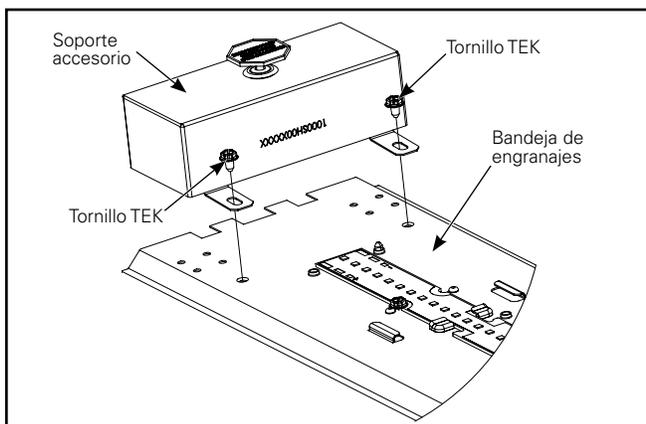
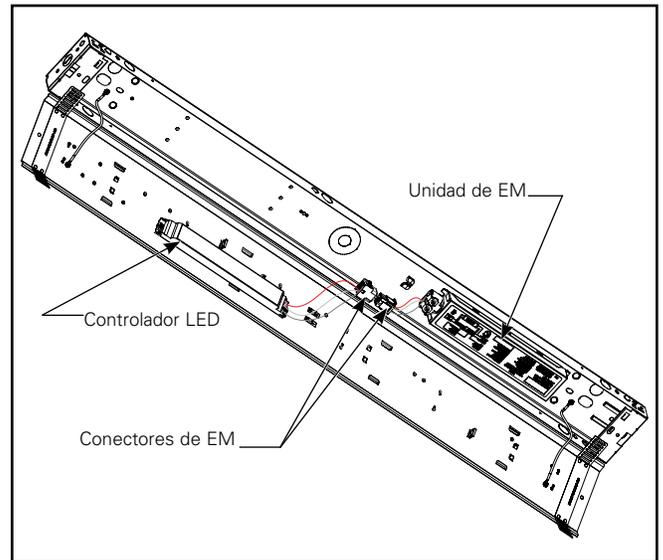

Figura 7.
Figura 8.
7. Cableado: retire el soporte accesorio antes de instalar la bandeja de engranajes (Figura 7.) Cuelgue la bandeja de engranajes SSRK para permitir el cableado (Figura 8), realice la conexión entre la unidad de EM y el controlador LED. Dirija el cable del interruptor de prueba de la unidad de EM al extremo de la bandeja de engranajes con las ranuras en el extremo, alimente el cable a través de un orificio de la ranura del enchufe, si corresponde. Cuando coloque la bandeja de engranajes en el canal, guíe el cable del interruptor de prueba de EM a través de la ranura correspondiente en la bandeja de engranajes para asegurarse de que el cable de EM esté accesible para conectarlo al interruptor de prueba de EM.